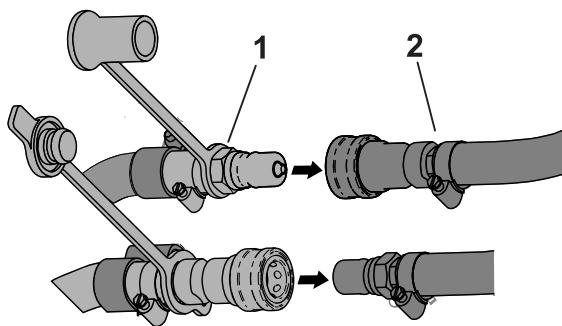

Рисунок 34
- Отсоедините шланги обогревателя (Рисунок 34).
3. Загерметизируйте шланги обогревателя пылезащитными колпачками (Рисунок 34).